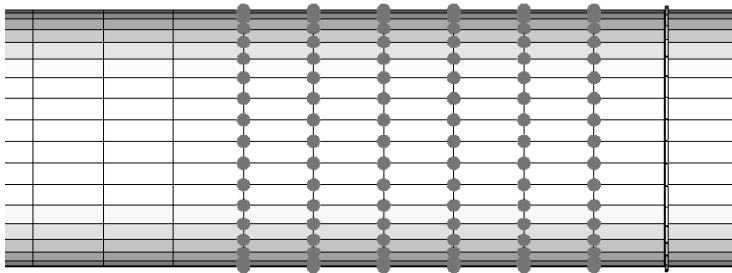

图 7-15 节点耦合前的预览
(16) 单击 translate+按钮。这样就把选中的单元复制了一份，并把复制的单元移动到了第二个框的位置。
(17) 选择 elems>duplicate>original comp，其他的设置不变。
(18) 单击 translate+按钮，再次复制并移动了单元。
(19) 重复 (17) ~ (18) 步操作 3 次。共 6 个机身框的 CBAR 单元创建完毕。
(20) 单击 return 按钮退出。
(21) 选择 Tool>edges，输入 tolerance 为 50。
(22) 选择所有的单元，单击 preview equiv 按钮，如图 7-15 所示，复制-移动生成的 CBAR 单元节点并没有与机身的四边形单元节点耦合在一起。